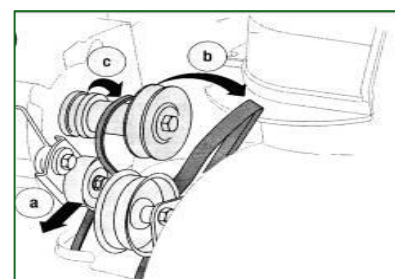

Abbildung 21
2. Schwenken Sie die Schneefräse vorsichtig nach oben und nach vorne, so dass sie auf dem Schneckengehäuse ruht. Entfernen Sie die Rahmenabdeckung an der Unterseite der Schneefräse, indem Sie die vier selbstschneidenden Schrauben entfernen, mit denen sie befestigt ist. Siehe Abbildung 21.